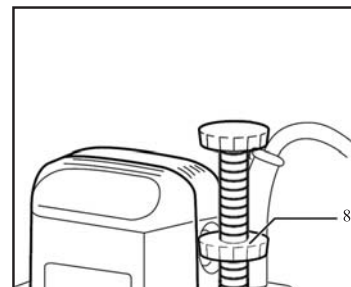

рис. 6
- зафиксируйте верхнее положение фрезера с помощью пластиковой гайки 8 (рис.6).